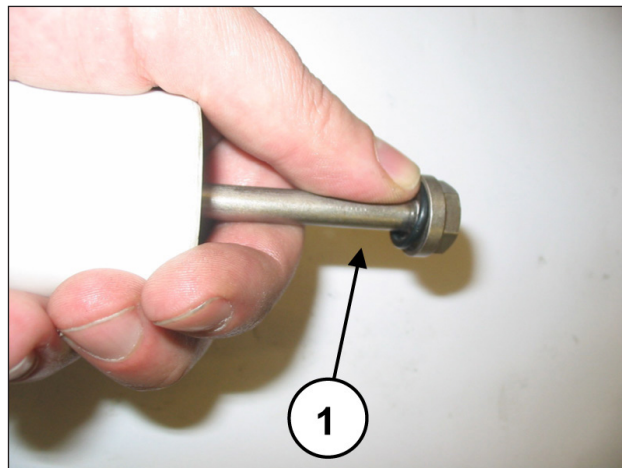

Abb. 46
Beim jedem Ausbau müssen sämtliche O-Ringe der Kolbenbaugruppe ersetzt werden (Abb. 46, Pos. ①).